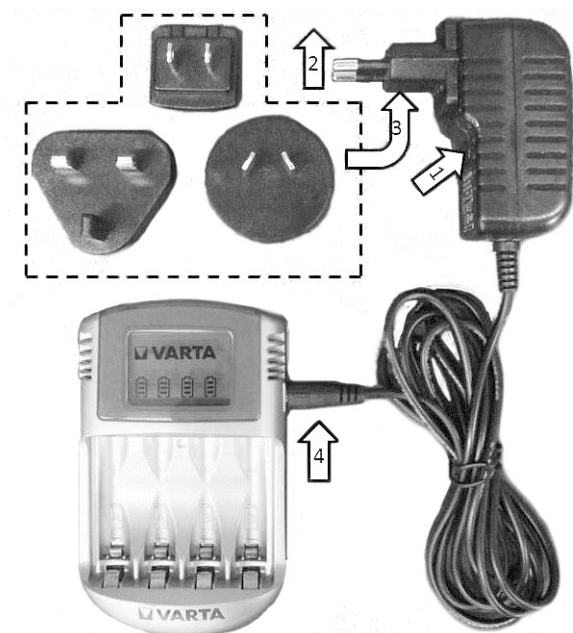

Fig. 3-2 Remplacement de la fiche, branchement de l'unité de chargement
- appuyez sur le bouton sous la fiche et maintenez-le enfoncé (1, Fig. 3-2)